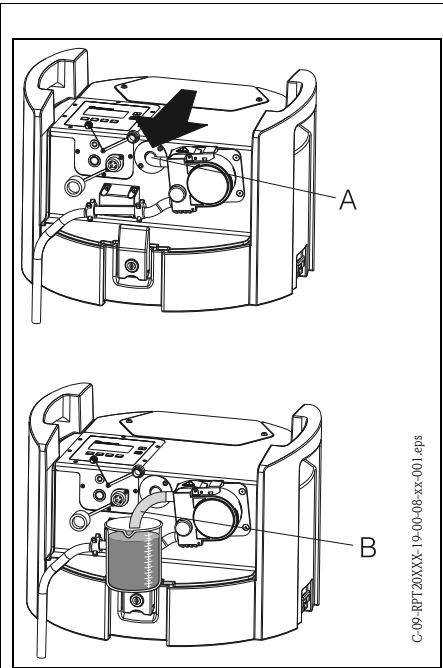

Fig. 18: Taratura del volume del campione
3. Rimuovere il tubo flessibile della pompa già installato dall'attacco del tubo (=> Fig. 18, pos. A) e inserirlo nel becher graduato (=> Fig. 18, pos. B).
13. Inserire nuovamente il tubo flessibile della pompa nell'attacco del tubo sino al fermo (=> Fig. 18, pos. A).